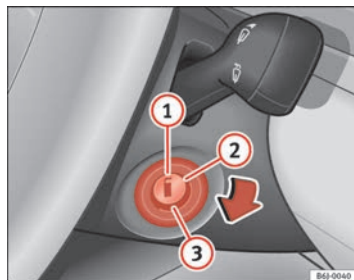

Fig. 95 Posiciones de la llave de contacto
En esta posición ⇒ **página 139, fig. 95** el encendido y el motor están desconectados pudiéndose bloquear la dirección.
- Gire la llave de contacto hasta la posición ⇒ **página 139, fig. 95 ②**. El testigo  se encenderá en caso de precalentamiento del motor.
- En cuanto se apague el testigo, gire la llave de encendido a la posición **③** para poner en marcha el motor y no pise el acelerador.
- Gire la llave de contacto a la posición ⇒ página 139, fig. 95 ①.